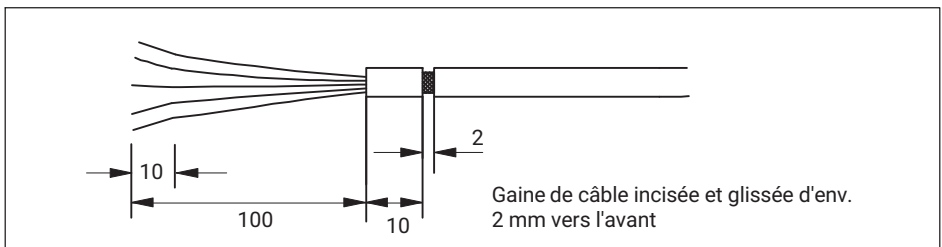

Fig. 7.2 Gaine de câble incisée
1. Inciser la gaine de câble comme indiqué sur la Fig. 7.2 afin d'accéder au blindage.